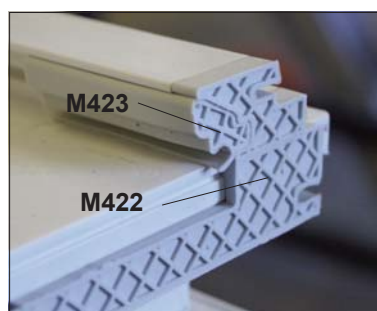

**Fig. 4** Profilo di copertura 76651 laterale
- Misurare la dimensione dell'infisso assemblato e tagliare il profilo **76651** e sagomarlo come indicato (Fig. 4).